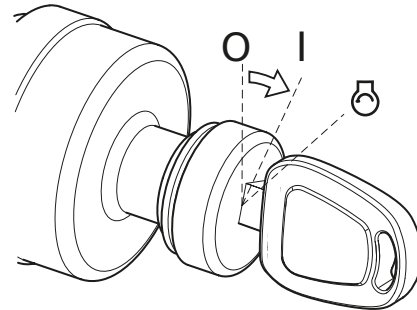

Figura 2
4. Gire el interruptor de arranque a la posición "I" (ENCENDIDO) (Figura 2). Verifique todas las luces indicadoras. Sonará un zumbador de advertencia durante aproximadamente dos segundos. Después de dos segundos, todas las luces, excepto las siguientes, se apagarán: